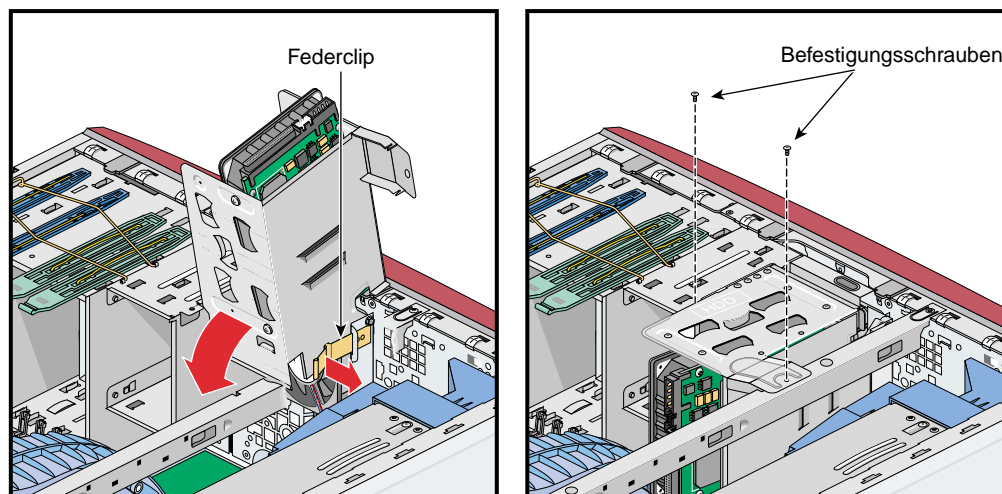

Abbildung 4-15 Schließen des unteren Laufwerk-Einbaurahmens
1. Entriegeln Sie den Laufwerk-Einbaurahmen und klappen Sie ihn in das Gehäuse. Bringen Sie anschließend die zwei Kreuzschlitzschrauben an, mit denen der Laufwerk-Einbaurahmen am Gehäuse befestigt wird. Siehe Abbildung 4-15.